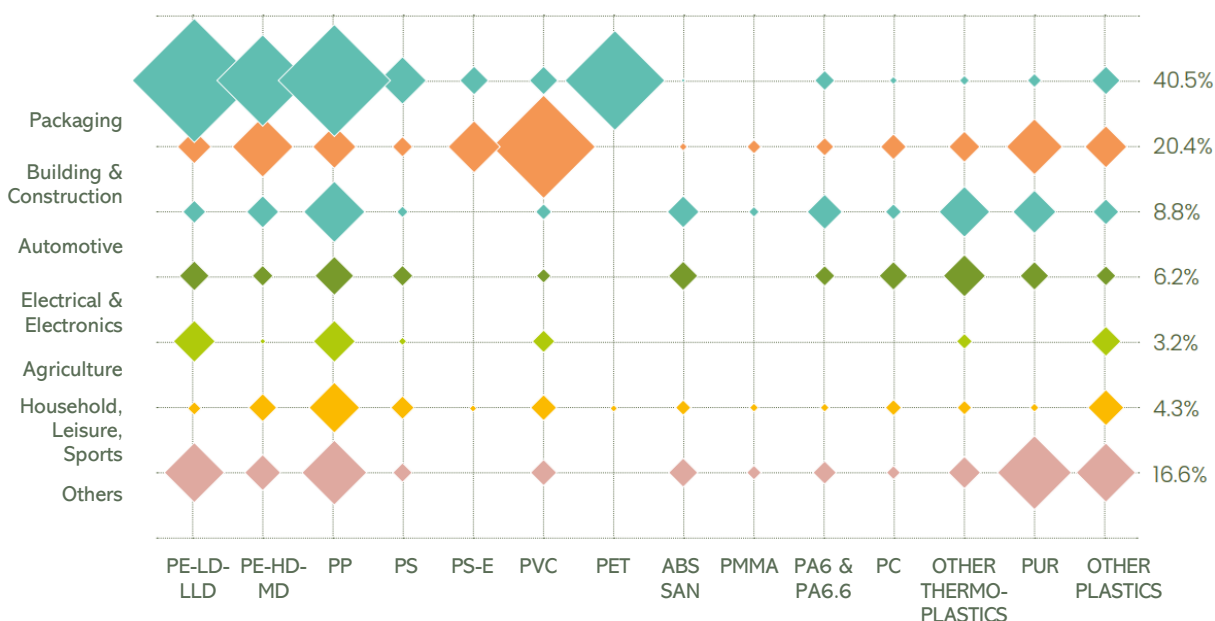

Figura 1. Demanda de plástico en la UE+3 por segmentos y polímeros en 2020. Adaptado de [1]
Los residuos plásticos abarcan una amplia gama de materiales y provienen de diferentes sectores de la economía. En Europa, por ejemplo, existen siete principales actividades económicas que demandan plástico y, por lo tanto, generan residuos plásticos. Por lo tanto, la revalorización del plástico implica varios tipos de materiales y las corrientes de materiales varían ampliamente. Estas principales actividades se presentan en la Figura 1.
Como se mencionó antes, se puede obtener una imagen precisa de la composición de los residuos plásticos al observar la demanda de plástico de nuevos productos. La Figura 1 muestra esta demanda segregada por segmento de la economía y por tipo de polímero.
Es importante destacar que los diferentes polímeros en la Figura 1 tienen diferentes valores en cuanto a revalorización. Algunos polímeros se recuperan mucho más que otros, las tasas para el tereftalato de polietileno (PET) y el polietileno de alta densidad (HDPE) suelen superar el 10%, mientras que las tasas para el poliestireno (PS) y el polipropileno (PP) están más cerca de cero [3]. La Figura 2 muestra algunos de los plásticos más utilizados en la actualidad.